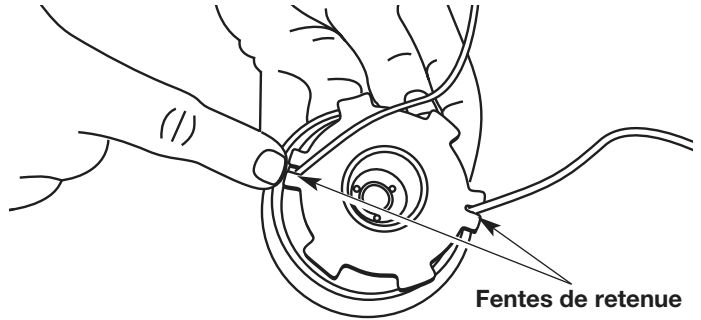

Fig. 21
12. Insérez les extrémités du fil dans les deux fentes de retenue (Fig. 21).